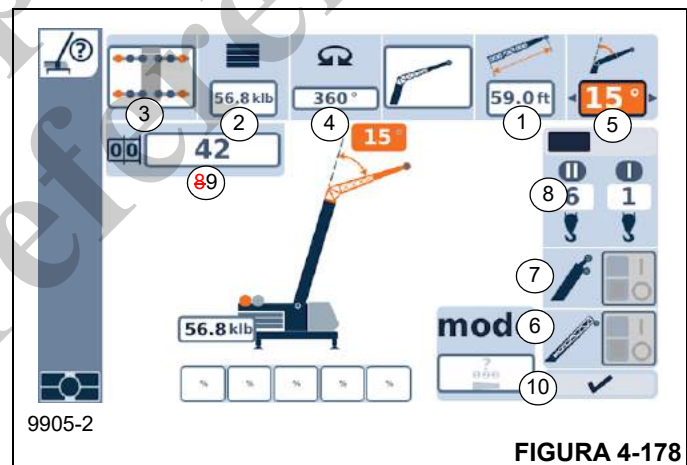

FIGURA 4-178
- Insira os componentes individuais (1, Figura 4-178) a (8) um após o outro.
- Ou digite o código do RCL (9) e a amarração (8).